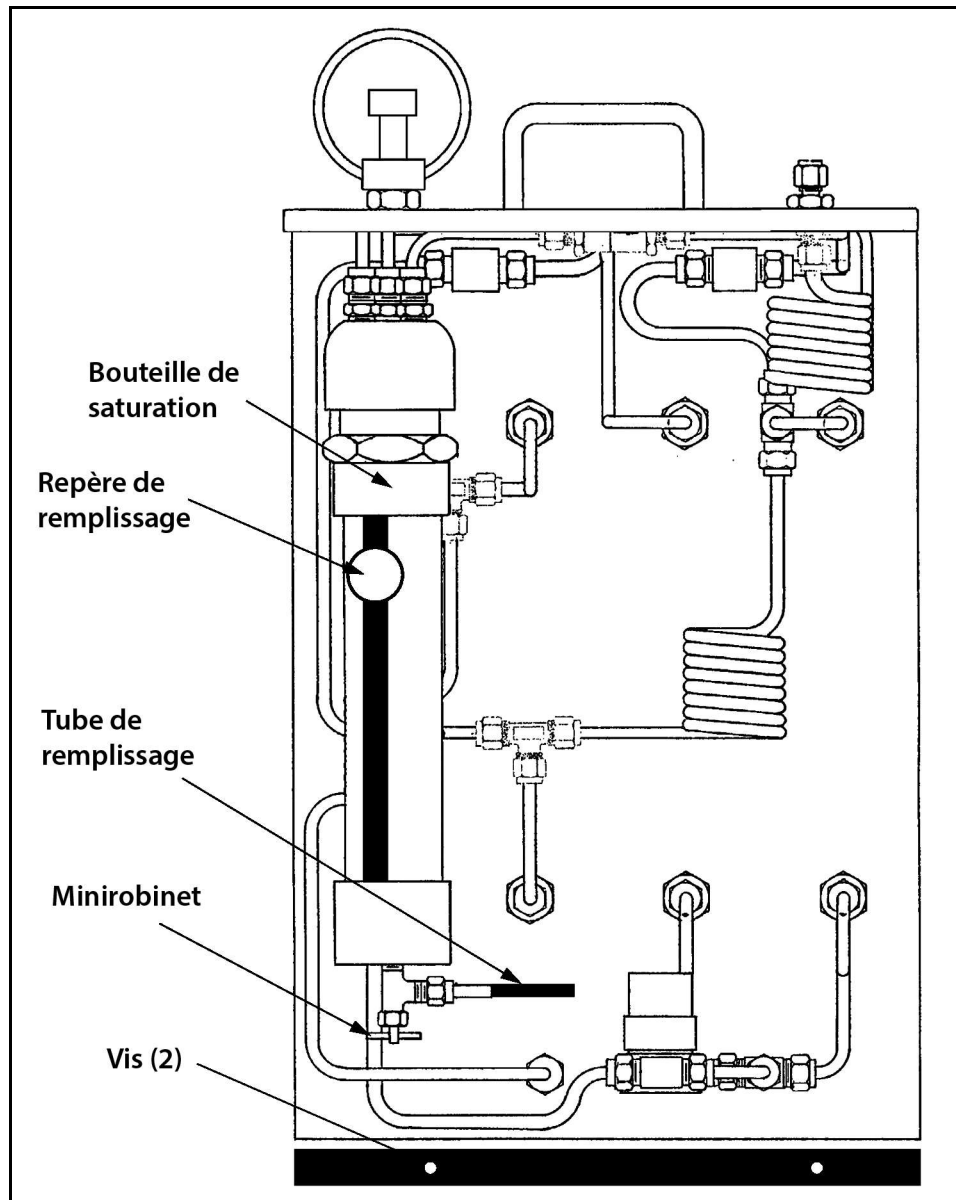

Figure 2: Vue de l'arrière du MG-101 avec le panneau retiré
1. Retirez le panneau arrière en enlevant les deux petites vis en bas (voir *Figure 2* ci-dessous).
2. Remplissez d'eau distillée (non désionisée) le flacon compressible en plastique fourni et raccordez-le au tube de remplissage en bas de la bouteille de saturation (voir *Figure 2* ci-dessous). Cette section de tube en plastique doit rester fixer en permanence au raccord en bas de la bouteille de saturation.
5. À l'aide du flacon compressible, remplissez la bouteille de saturation jusqu'à ce que le niveau d'eau atteigne le repère de remplissage sur la bouteille (voir *Figure 2, page 5*).